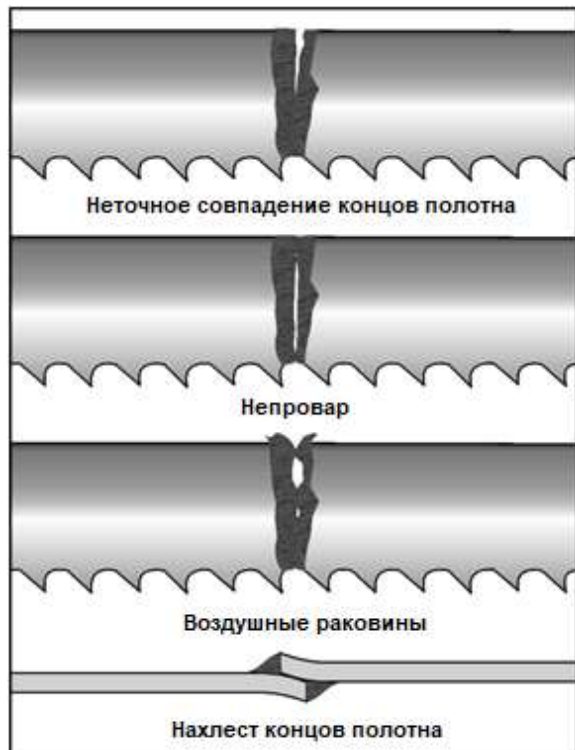

Рис. 13.
10. Извлеките полотно из зажимов и тщательно осмотрите его. Расстояние между зубьями по обеим сторонам шва должно равняться шагу, а сам шов должен располагаться по центру впадины. На данном этапе по виду сварного шва легко определить неточное совмещение концов полотна. На Рис. 13 приведены примеры дефектных сварных швов.